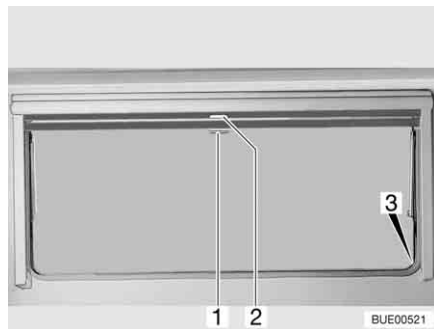

Fig. 72 Finestra apribile
- Tirare verso il basso l'oscurante a rullo accompagnandolo con la maniglia (Fig. 72,2). Quando si chiude completamente l'oscurante a rullo esso va agganciato da entrambi i lati al telaio della finestra nell'apposito elemento di fissaggio (Fig. 72,3).
- Quando l'oscurante a rullo è completamente chiuso: Spingere la maniglia (Fig. 72,2) verso il basso tirandola leggermente verso l'interno. Sganciare l'oscurante a rullo dagli elementi di fissaggio a destra e a sinistra del telaio della finestra.
- Quando l'oscurante a rullo si trova in posizione intermedia: Tirare la maniglia (Fig. 72,2) leggermente verso il basso finché l'elemento di fissaggio non si è sganciato.
- Tirare la maniglia (Fig. 72,1) della zanzariera a rullo verso il basso e agganciarla all'elemento di fissaggio (Fig. 72,3) su entrambi i lati del telaio della finestra.
- Spingere la maniglia (Fig. 72,1) verso il basso tirandola leggermente verso l'interno. Sganciare la zanzariera a rullo dagli elementi di fissaggio a destra e a sinistra del telaio della finestra.